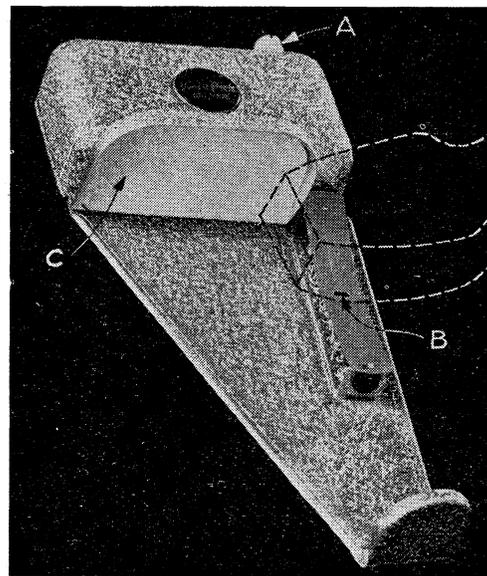

FIG. 2.
2. — Placer l'appareil sur le plateau du tourne-disques comme représenté sur la figure 2.
La figure 2 en fait comprendre le fonctionnement.